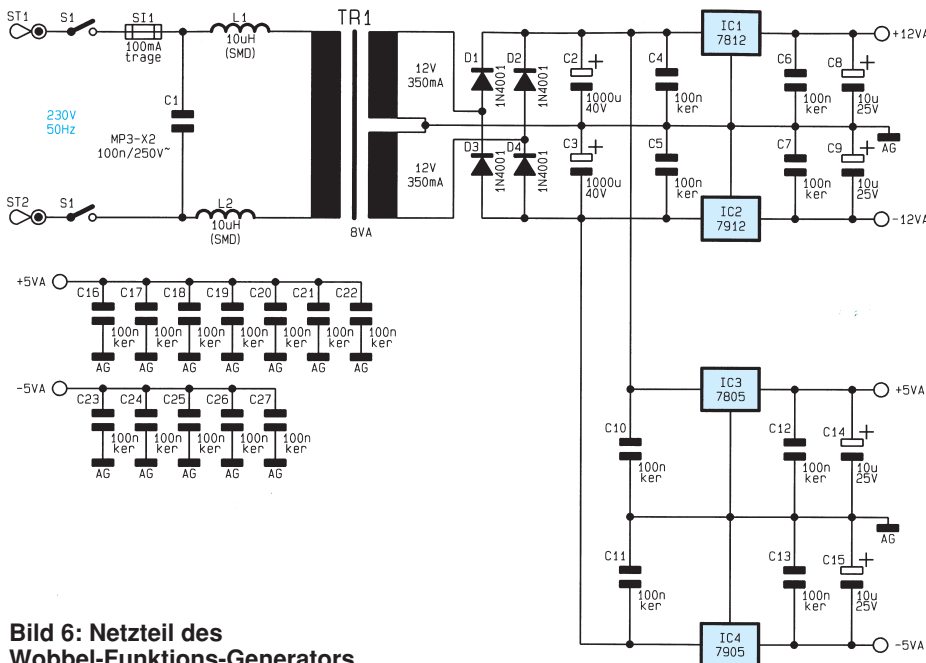

Bild 6: Netzteil des Wobbel-Funktions-Generators
- Bild 6: Netzteil
Abschließend soll das Netzteil des WFG 7002 betrachtet werden, welches in Abbildung 6 dargestellt ist. Die analogen Versorgungsspannungen +5 VA, -5 VA, +12 VA, -12 VA werden mit Hilfe von TR 1 gewonnen und über die Festspannungsregler IC 1 - IC 4 stabilisiert.